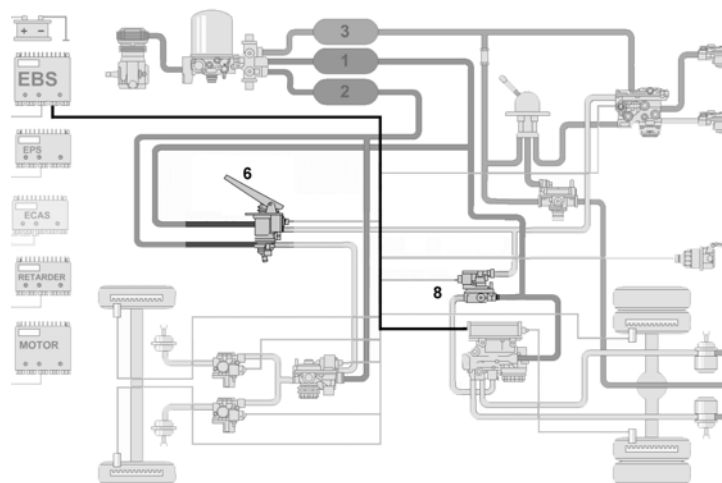

Abb. 4: [D] Euro EBS, Lastkraftwagen
Abb. 4 zeigt die erste größere Weiterentwicklung von EBS. Im Euro EBS hat der Bremswertgeber (6) nur noch zwei pneumatische Steuerleitungen und das Redundanzventil nur noch einen pneumatischen Steueranschluss. Im Gegensatz zu den bisherigen Ausführungen für Daimler Chrysler ist der Fahrzeug-Datenbus nach SAE-Norm gebaut. Der Bremsenbus arbeitet ab diesem System mit 500 kBit/s.